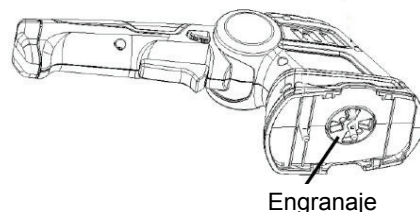

Fig. 2
2. Una vez que haya retirado la cuchilla, podrá ver las ruedas dentadas del engranaje (Fig. 2). Asegúrese de que no entre suciedad en el reductor cuando cambie la cuchilla.